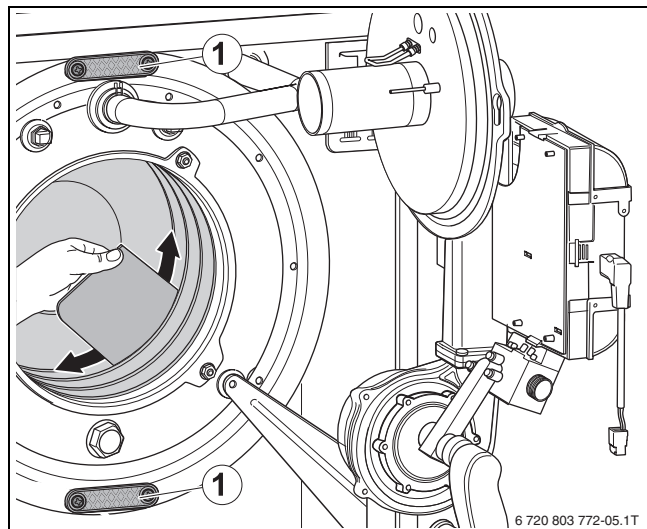
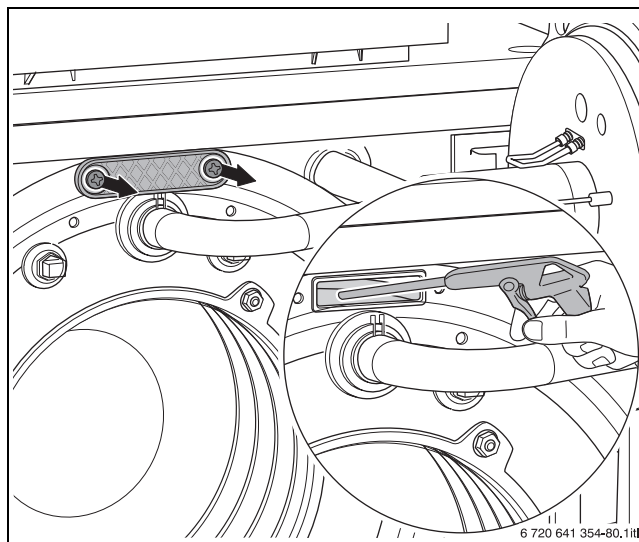

Fig. 52 Limpiar la hendidura de gas de calentamiento con una espátula de limpieza
Fig. 53 Limpiar el intercambiador de calor con una lanza de pulverización
- Retire la tapa de limpieza (→ fig. 52, [1] y fig. 53).
- Aclarar partículas sueltas con agua (p. ej. lanzas de pulverización) de la cámara de combustión y el revestimiento de gas de escape (→ fig. 53).
- Limpiar la hendidura de gas de calentamiento con una espátula de limpieza (→ fig. 52).